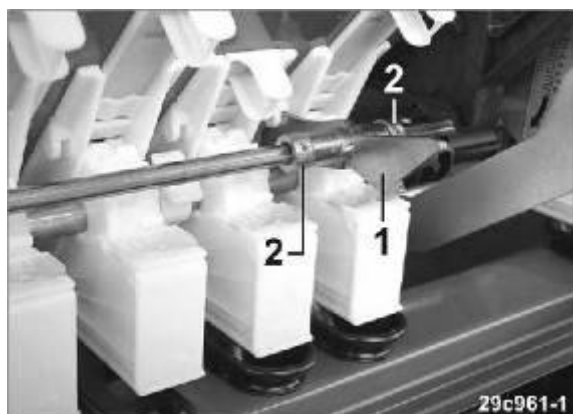

Рис.107
→ При этом крепление (Рис. 107/1), которое фиксирует промежуточный вал аксиально, вытяните из паза высевной коробки.
12. Зафиксируйте крепление аксиально с помощью двух установочных колец (Рис. 107/2).